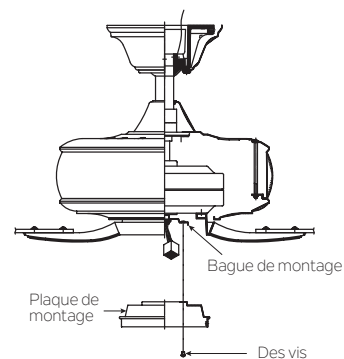

Fig. 15
Step 1. Desserrez les deux vis sur la bague de montage fixée à l'arbre du moteur et "retirez" et conservez la troisième vis. (Fig. 15)
Step 2. Placez les trous de la clé sur la plaque de montage par-dessus les 2 vis précédemment desserrées de la bague de montage, tournez la plaque de montage jusqu'à ce qu'elle se verrouille en place dans la section étroite des trous de la clé. Fixez en serrant les 2 vis précédemment desserrées et celle précédemment retirée. (Fig. 15)